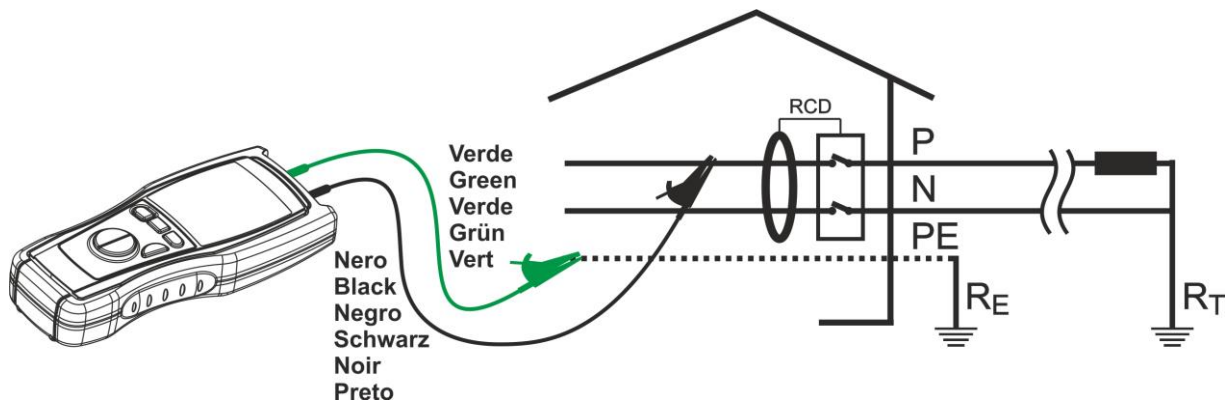

Fig. 12: Conexión de los terminales del instrumento
6. Conecte el terminal verde del instrumento al conductor de protección (tierra) y el conductor negro al cable de fase por debajo del diferencial a testear (ver Fig. 12)